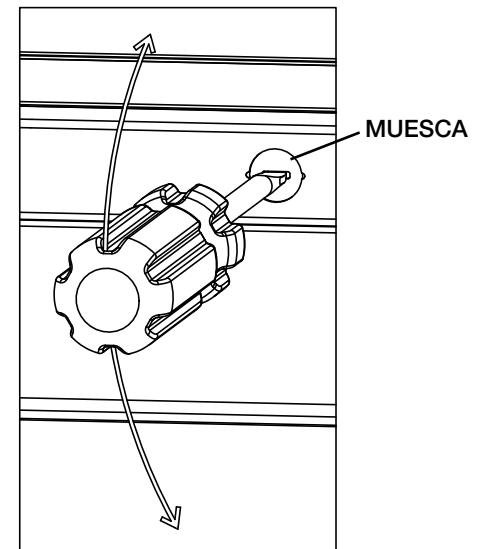

FIG. 3
7. Sostenga el artefacto en la ubicación de montaje deseada y atornille los tornillos de montaje dentro de la superficie del gabinete hasta que el artefacto esté seguro. Si los tornillos son difíciles de instalar, marque los agujeros y perforo agujeros piloto de 1/16" máximo. (ref. FIG. 3)